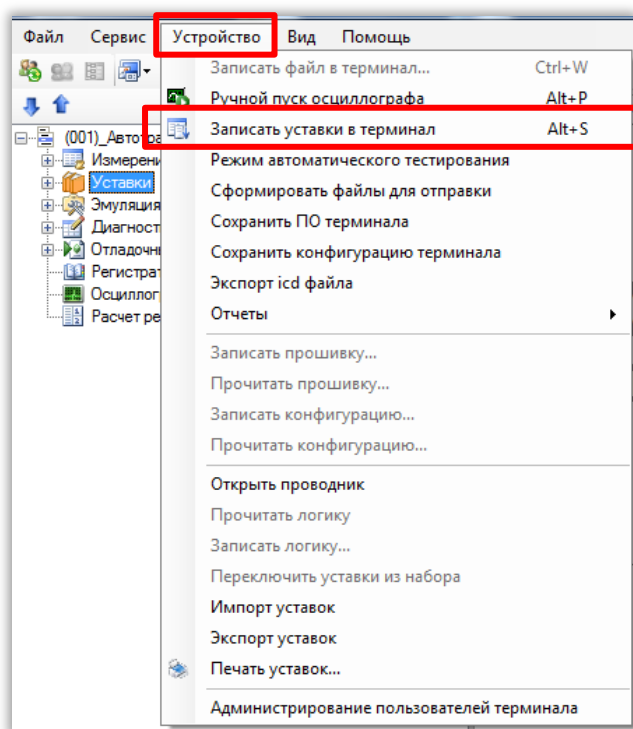

Рисунок 17 – Пункт главного меню **Устройство**
2.6.1 Для применения уставок и сохранения изменений в энергозависимой памяти необходимо воспользоваться пунктом главного меню **Устройство** и вызвать команду нажатием левой кнопки мыши на пункте меню **Записать уставки в терминал** (см. рисунок 17).